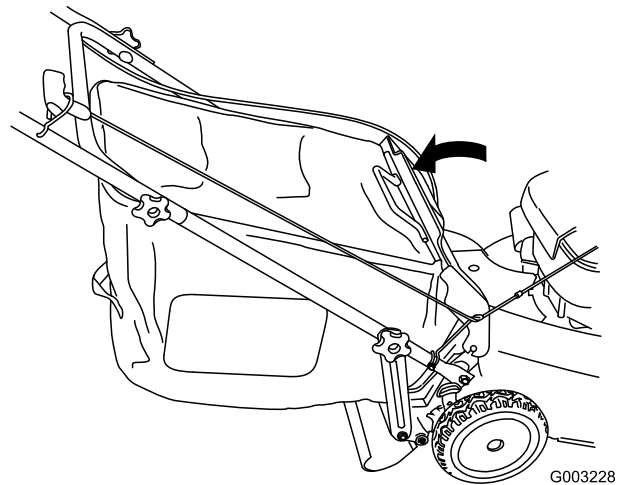

Bild 37
5. Lassen Sie die hintere Klappe ab (Bild 37).